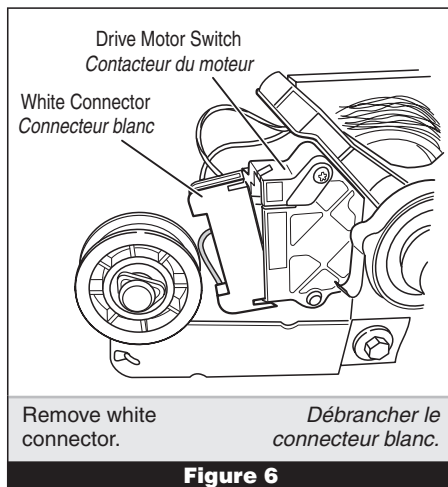

Figure 6
5. Remove the white connector from the drive motor switch. See figure 6.
5. Débrancher le connecteur blanc du contacteur du moteur. Voir figure 6.